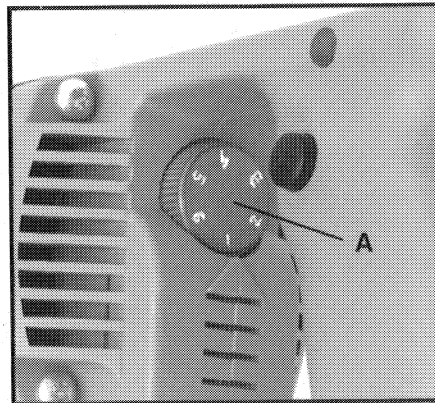

Fig. 2
La velocidad se ajusta girando la rueda de accionamiento con el pulgar (A), Fig. 2. La posición No. 1 de dicha rueda proporciona la velocidad de funcionamiento más lenta (200 RPM) y la posición No. 6 la más rápida (550 RPM). La velocidad puede cambiarse mientras el motor está en marcha o mientras está parado.